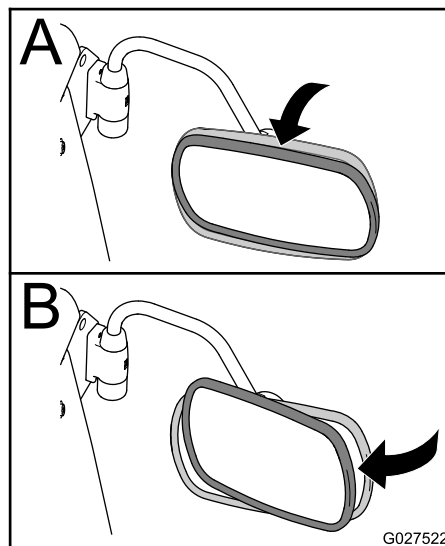

図 8
3. 両手を使ってミラーを上下方向に回転させる 図 8のA。
4. 両手を使ってミラーを左右方向に回転させる 図 8のB。